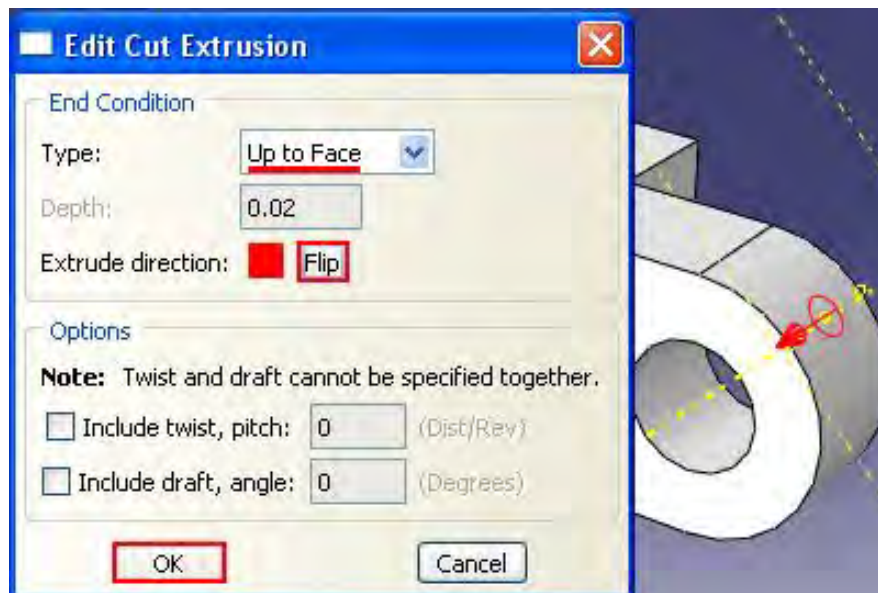

Рисунок. 7.19 – Окно **Edit Cut Extrusion**
**Abaqus/CAE** изобразит петлю в изометрическом виде, показав базовую деталь, созданный вами эскиз отверстия и стрелку, указывающую направления выдавливаемого выреза. Он откроет также диалоговое окно **Edit Cut Extrusion**. В меню **Type** диалогового окна **Edit Cut Extrusion** выберите **Up to Face**, измените направление выдавливания и щелкните **OK** (Рисунок. 7.19). Выберите внутреннюю цилиндрическую поверхность отверстия детали, чтобы указать грань, до которой следует произвести вырез, как показано на рисунке 7.20.